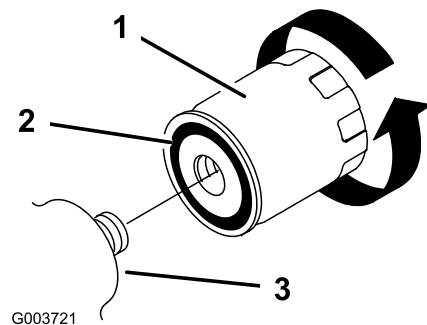

Figura 36
5. Togliete il filtro usato (Figura 36) e pulite la superficie dell'adattatore del filtro.
6. Spalmate un velo di fluido idraulico sulla guarnizione di gomma del filtro di ricambio (Figura 36).
7. Montate il filtro idraulico di ricambio sull'adattatore del filtro (Figura 36). Girate il filtro in senso orario finché la guarnizione di gomma non tocca l'adattatore, quindi serrate il filtro di un altro 1/2 di giro.